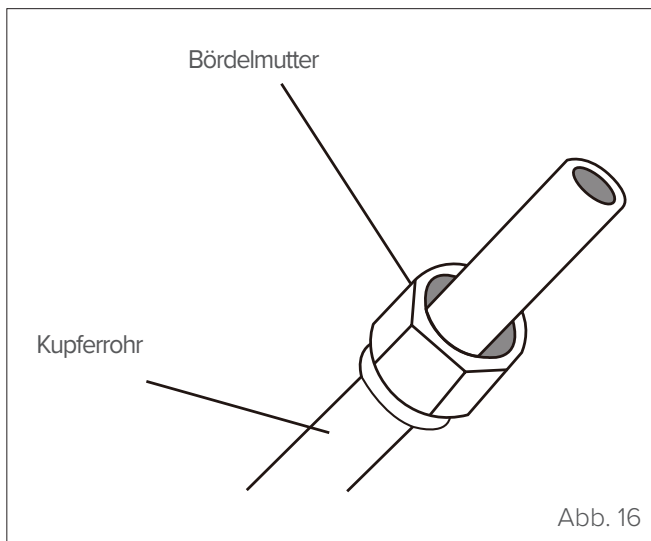

Abb. 16
- 3 An beide Rohrenden Bördelmutter ansetzen. Sicherstellen, dass sie in die richtige Richtung zeigen, denn sie können nach dem Bördeln nicht mehr abgenommen und umgedreht werden. (siehe "Abb. 16").